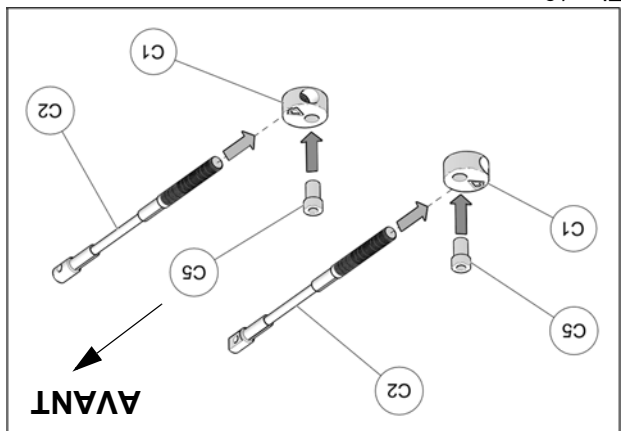

Fig. 19
10. Assembler les câbles des limiteurs de conduite (C2), les extrémités en aluminium (C1) et les bagues espaces (C5) tel que montré à la Fig. 19.